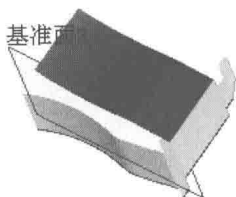
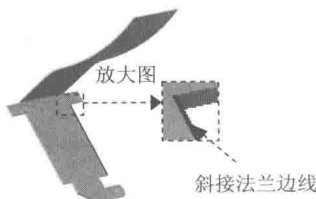

图 1.13 斜接法兰 2
图 1.14 斜接法兰边线
Step5. 创建图 1.13 所示的钣金特征——斜接法兰 2。选择下拉菜单 **插入(I)** → **钣金(B)** → **斜接法兰(M)...** 命令 (或单击“钣金”工具栏上的“斜接法兰”按钮); 选取图 1.14 所示的边线为斜接法兰边线; 在草绘环境中绘制图 1.15 所示的横断面草图, 选择下拉菜单 **插入(I)** → **退出草图** 命令, 退出草绘环境, 此时系统弹出“斜接法兰”对话框; 定义法兰位置: 在 **法兰位置(L):** 区域中, 单击“折弯在外”按钮 。其他采用默认设置值; 单击 按钮, 完成斜接法兰 2 的创建。